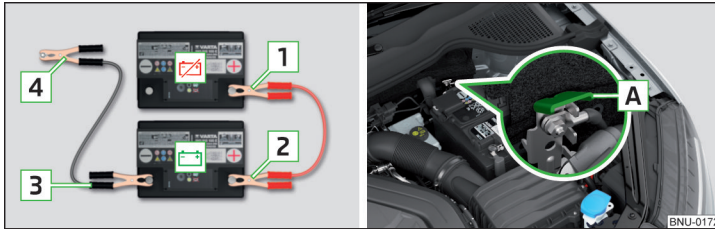

Abb. 325 Starthilfe: - entladene Batterie, - stromgebende Batterie / Massepunkt des Motors beim START-STOPP-System
- Bei Fahrzeugen **mit** dem START-STOPP-System die Klemme **4** am Massepunkt des Motors **A** befestigen » Abb. 325.